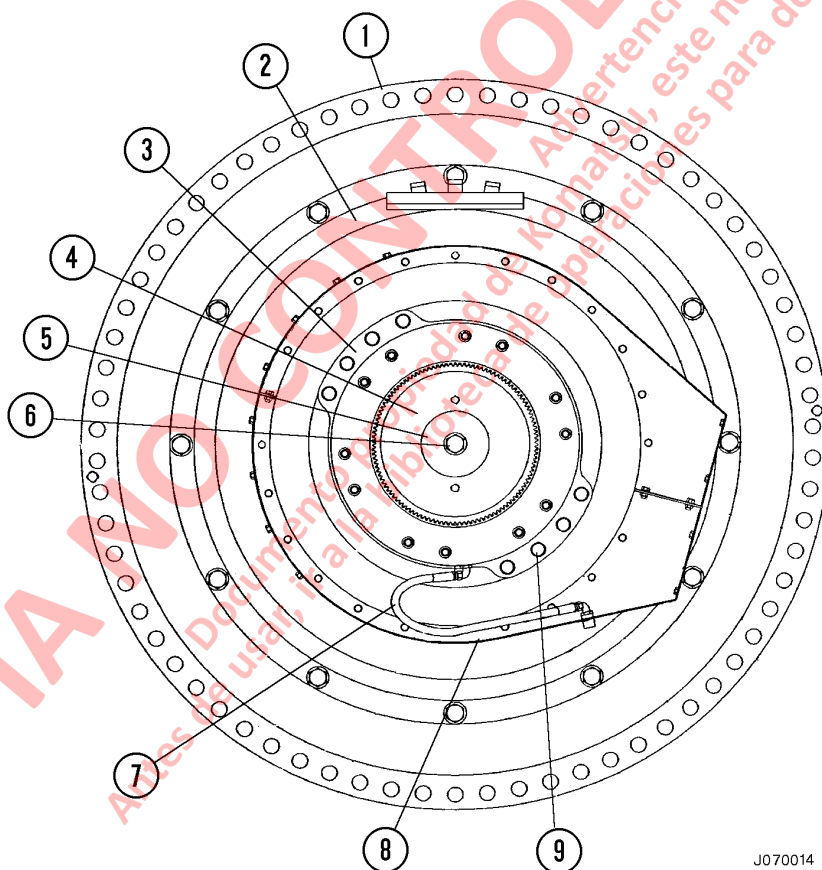

FIGURA 7-1.
válvula solenoide del freno de estacionamiento (SV2) ubicada en el múltiple de frenos en el gabinete de frenos hidráulicos, la cual elimina la presión hidráulica de los conjuntos del freno de estacionamiento. Los resortes Belleville internos en los conjuntos del freno de estacionamiento actúan sobre el pistón para comprimir el paquete de discos, lo que previene la rotación del engranaje (4, Figura 7-1) que está montado en el eje del rotor del motor de tracción.
4. Desconecte la manguera de suministro de aplicación del freno de estacionamiento (7, Figura 7-1) del freno de estacionamiento.
5. Saque los tornillos y las arandelas de seguridad (9). Instale los espárragos guía en dos de los orificios de montaje para sostener el conjunto del freno de estacionamiento luego de desmontarlo del armazón del motor de tracción.
6. Desprenda el conjunto del freno de estacionamiento del armazón del motor de tracción y del engranaje interno (4). Retire el conjunto del freno de estacionamiento de la carcasa del eje trasero.
7. Si el engranaje del eje del rotor (4, Figura 7-1) está desgastado, dañado o se debe desmontar por otra razón, siga los siguientes pasos:
- Desmonte el tornillo y la arandela endurecida (6, Figura 7-1) del eje. Desmonte la placa de retención (5).
- Instale un extractor de engranajes en los orificios roscados del engranaje (4).
- Limpie cuidadosamente el engranaje (4, Figura 7-1) y el eje. Inspeccione las estrías y elimine las rebabas que puedan dificultar la instalación.
- Instale la placa de retención (5), la arandela y el tornillo (6). Apriete el tornillo a **595 - 670 N·m (440 - 495 ft lb)**.
- Instale los tornillos y las arandelas de seguridad (9). Apriete los tornillos de forma uniforme para asegurarse de que la carcasa del freno de estacionamiento esté correctamente asentada en el motor de tracción. Apriete los tornillos a un torque final de **300 N·m (220 ft lb)**.
- Conecte la manguera de suministro del freno de estacionamiento (7) y retire el equipo de elevación.